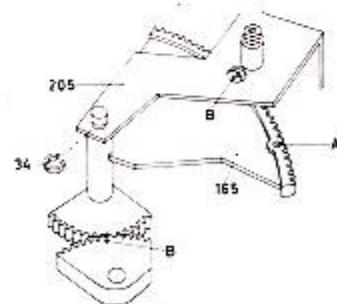

Bild 2
- Der Antriebsriemen 142 wird zur Geschwindigkeitsumschaltung benutzt. Um ihn auszuwechseln, muß der Bügel 144 abgeschrägt werden. Die Geschwindigkeit wird auf 19 cm/sec geschaltet, der Antriebsriemen in die Rille A (siehe Bild 2) gelegt und dann auf 9,5 cm/sec umgeschaltet. Der Antriebsriemen 148 läßt sich herausnehmen, wenn die Sicherungsscheibe 34 abgenommen und der Bügel 205 etwas angehoben wird.
Die Geschwindigkeitsumschaltung muß mit den Zahnssegmenten so eingestellt werden, daß die Markierungen B (siehe Bild 2) bei 9,5 cm/sec übereinstimmen. Der Riemenzüger darf in keiner Stellung den Antriebsriemen berühren. Die Bandgeschwindigkeit 148 läßt sich genau einstellen, wenn die Motorrolle demonstriert wird und bei zu hoher Geschwindigkeit eine Scheibe 156 hinzugefügt, bei zu niedriger Geschwindigkeit eine Scheibe 155 entfernt wird. Eine Scheibe ergibt eine Geschwindigkeitsänderung von 0,5 %.